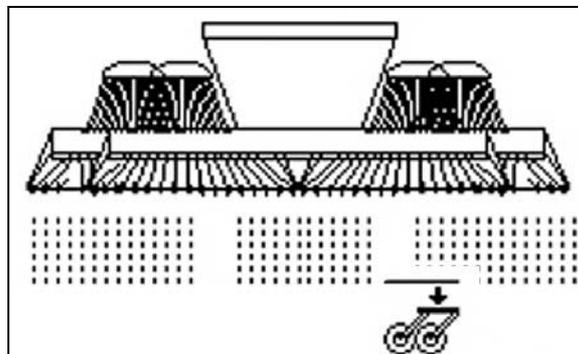

Fig. 65
1.  Seleccionar la función Low-Lift (Fig. 65).